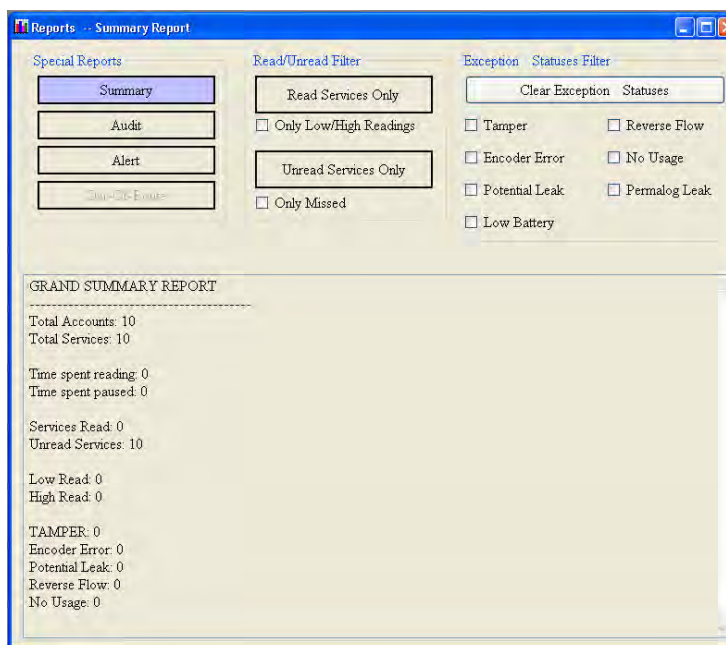

Figura 51: Pantalla Reports - Summary report
- **Summary** El estado actual de una lectura de medidor en curso. Este informe aparece como informe predeterminado (Figura 51).